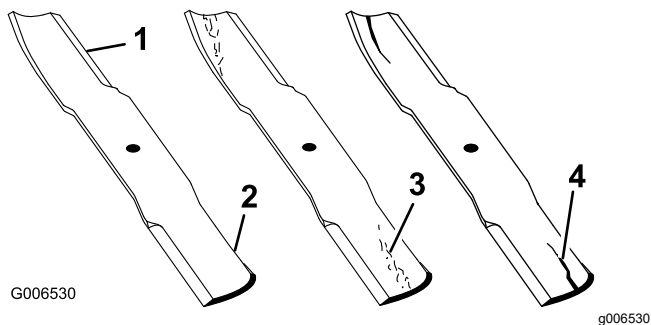

Figura 14
1. Controllate i taglienti (Figura 14).
4. Se notate incrinature, usura o scanalature in questa zona, montate immediatamente una nuova lama (Figura 14).